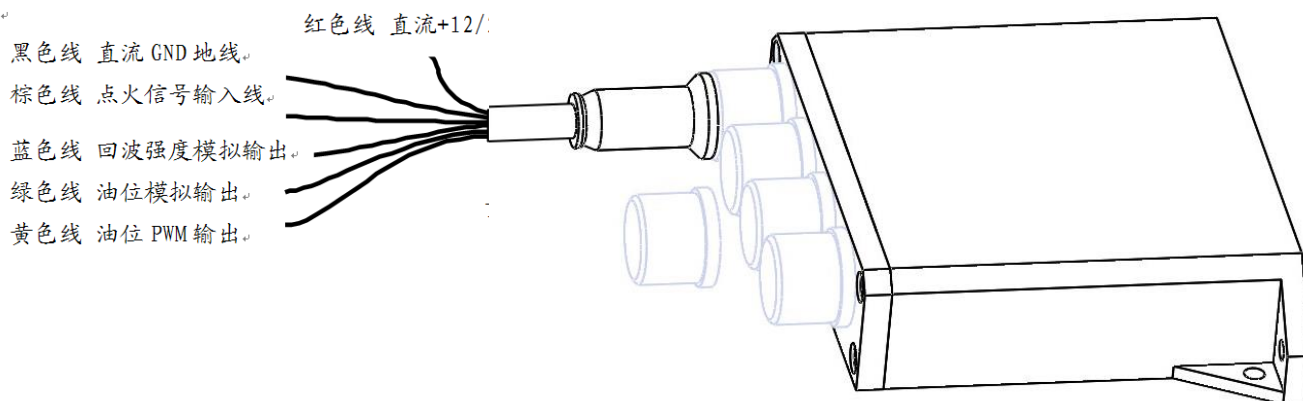

图 6
4. 用电源输入、PWM、模拟电压输出接口电缆线 6，联接主机盒 1 到车辆的电源。如图 6 所示
19. 用3M的双面胶贴，或盒上的四个安装固定孔加四个螺钉，固定好主机盒；联接好电源输入、PWM、模拟电压输出接口电缆线6（如图6所示）